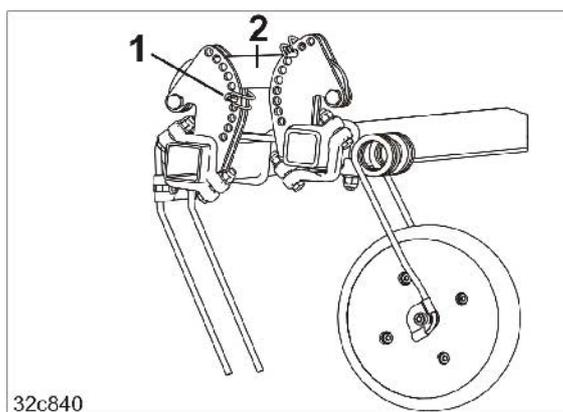

Fig. 177
1. La regulación de las púas de la rastra se realiza posicionando la grapa elástica para tubos (Fig. 177/1) bajo la dirección (Fig. 177/2) en todos los segmentos del mismo orificio.